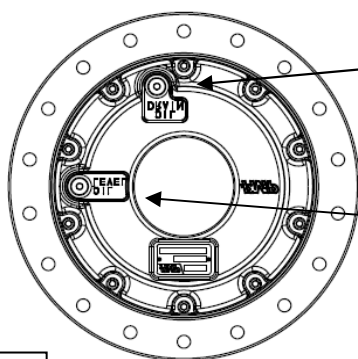

Fig.5a
- **step1:** ruotare il riduttore in modo che il tappo di livello, identificato con la scritta "OIL LEVEL", risulti disposto orizzontalmente (vedi fig.5a pag.17). Il tappo di carico, identificato con la scritta "OIL DRAIN" dovrà posizionarsi in alto
- **step2:** svitare i tappi di carico e livello olio (vedi fig.5a pag.17)
- **step1:** rotate the gearbox until the "OIL LEVEL" level plug, is set horizontally (see fig.5a pag.17)
- **step2:** unscrew the fill plug and the level plug (see fig.5a pag.17)